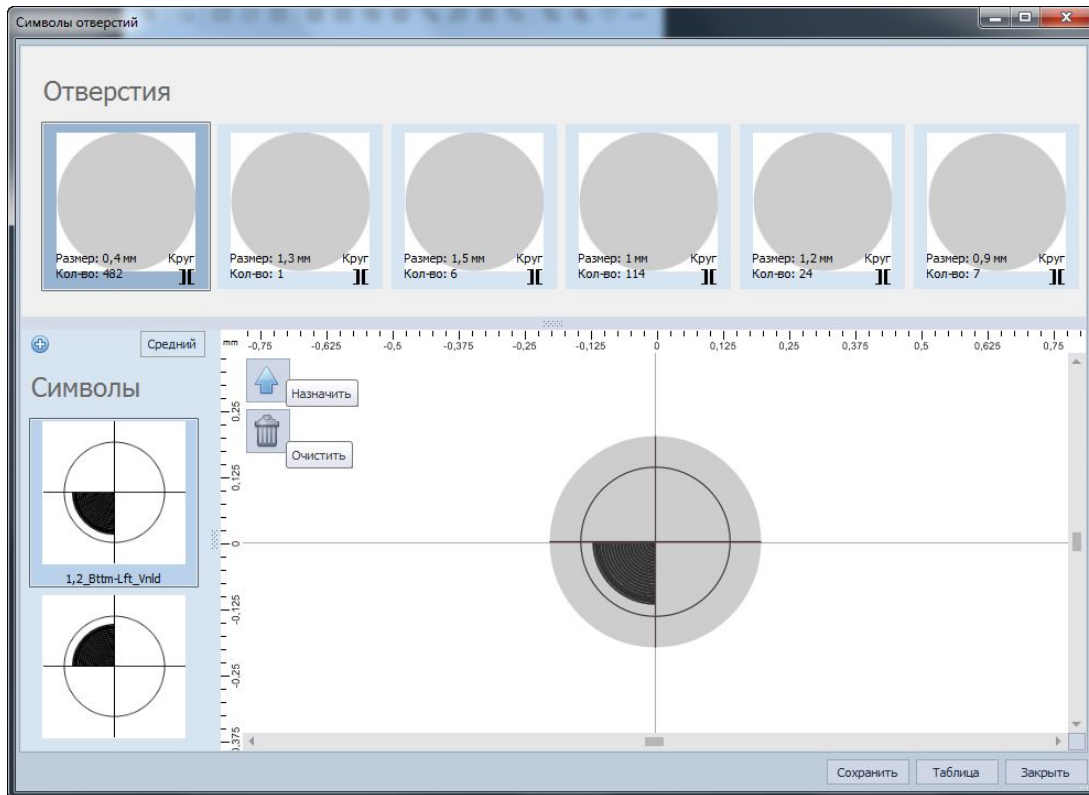

Рис. 39 Окно назначения символов отверстиям текущего проекта
3. В открывшемся окне «Символы отверстий» назначить символы для отверстий содержащихся в текущем проекте, см. Рис. 39. Символы отверстий хранятся в разделе «Графические символы» в Стандартах системы.